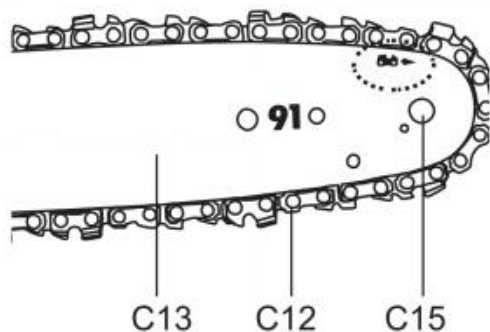

Fig. 11
7) El movimiento de la cadena de sierra es el indicado por la flecha (Fig. 11). Asegúrese de que la cadena de la sierra (C12) esté colocada correctamente sobre la rueda dentada (C15) de la barra guía (C13). (Figura 11)